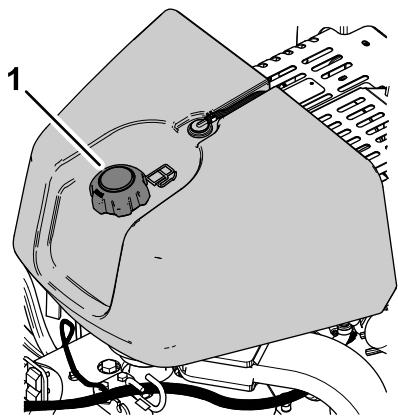

Figura 30
2. Curățați în jurul capacului rezervorului de combustibil i îndepărtați-l (Figura 30).